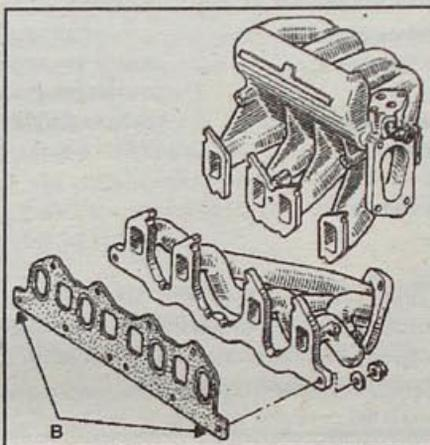

Рис. 1.34. Расположение гаек крепления впускного/ выпускного коллекторов:
• Далее, в случае если снимается только выпускной коллектор, снизу автомобиля отверните все гайки крепления впускного/ выпускного коллекторов, включая две боковые (В, рис. 1.34), крепящие только выпускной коллектор.